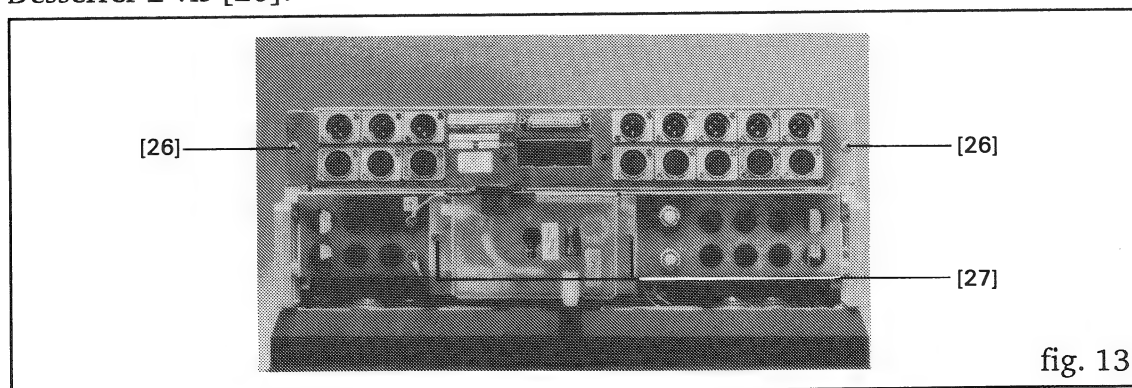

fig. 13
- Desserrer 2 vis [27] (fig. 13) de CONNECTION BOARD.